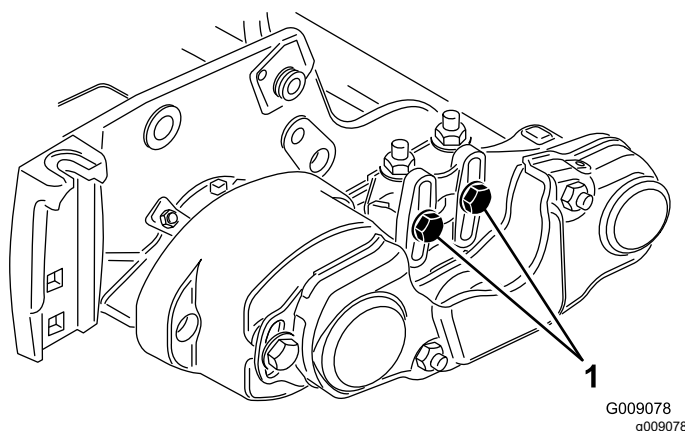
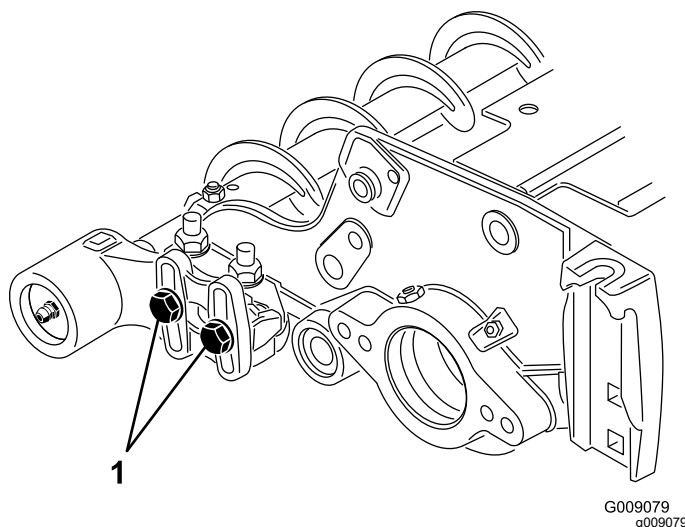

Figura 12
Figura 13
15. Allentate i 2 bulloni che fissano l'alloggiamento del cuscinetto della spazzola per rullo alla staffa di montaggio della spazzola per rullo (Figura 12 e Figura 13).